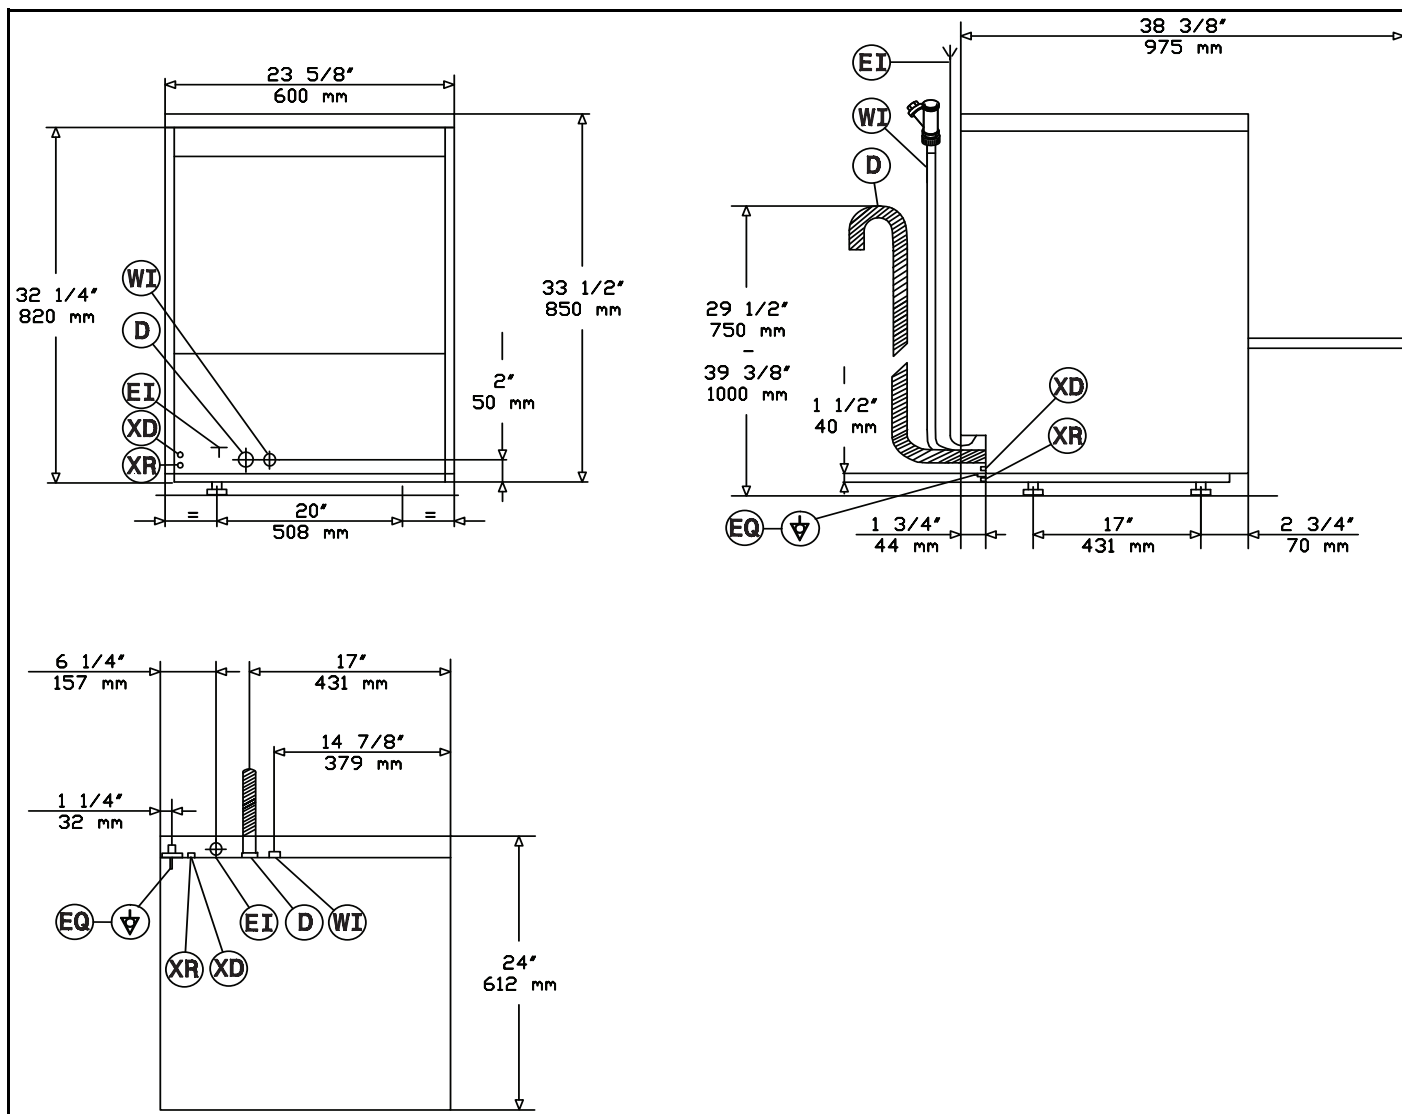
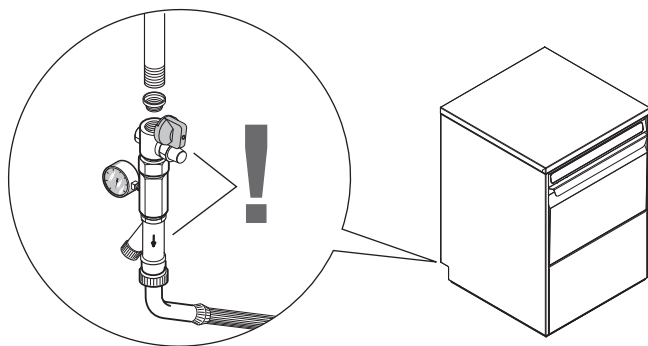

Figura 4
Figura 6
Leyenda Figura 4
- Conecte el tubo de suministro del agua "A" (Figura 4) del aparato a la acometida de agua (conforme a los reglamentos de fontanería locales). Instale una válvula de corte, un filtro y un manómetro entre el aparato y la acometida de agua de la unidad (Figura 6).
- El aparato se debe conectar a tierra mediante el tornillo de tierra de la unidad, que está situado en la parte posterior de ésta y se identifica mediante "Q" (Figura 4) en el manual y el símbolo "▽" en la unidad. El conductor de tierra debe tener una sección de AWG 8/8.35 mm². No utilice la línea eléctrica ni otras canalizaciones para realizar las conexiones a tierra. Si es necesario, solicite al electricista que proporcione el conductor de tierra.